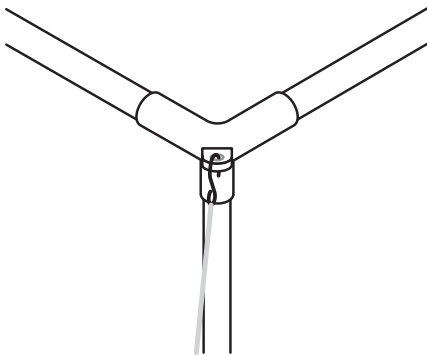

Abbildung 12
2. Befestigen Sie den Haken des Spanngurts an der Schlaufe des Eckstücks (Abbildung 12).
1. Befestigen Sie den Haken des Spanngurts an der Schlaufe des Eckstücks (Abbildung 12).